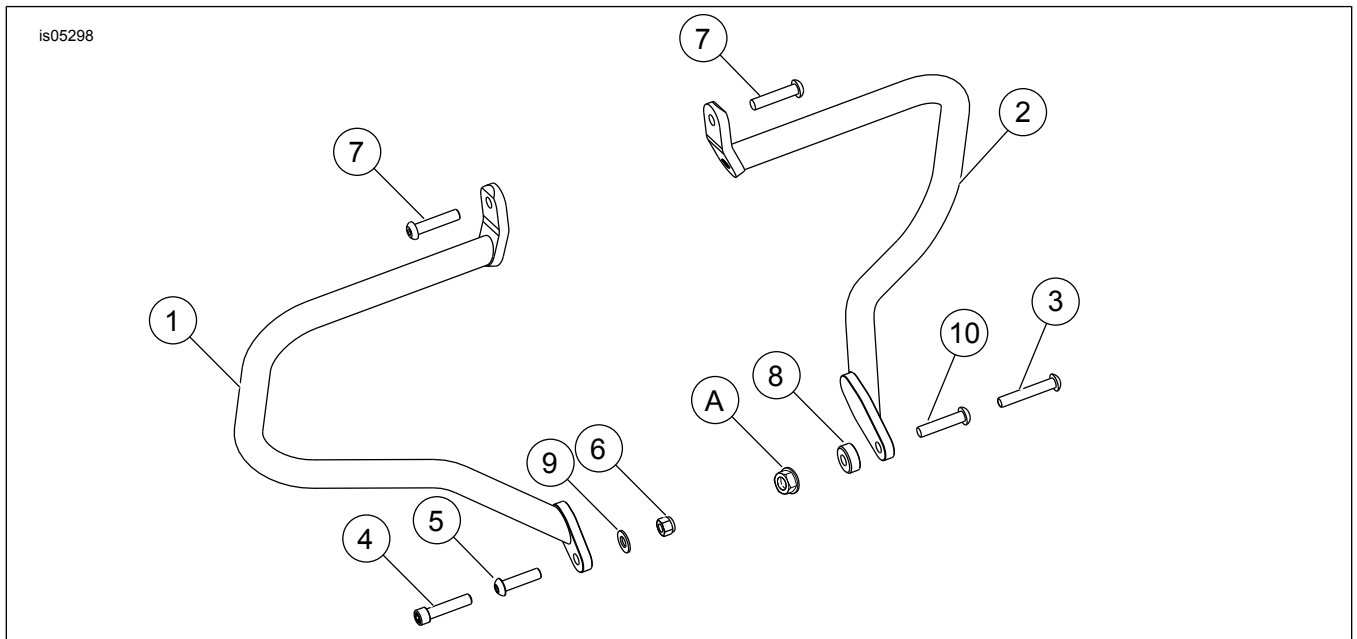

Abbildung 7. Ersatzteile: Satteltaschen-Schutzvorrichtungssatz
Siehe Abbildung 7 und Tabelle 1.
1. Siehe Abbildung 7. Die obere Schraube (7) in die Schutzblechstütze einbauen. Die Schraube von Hand anziehen.
2. Die untere Schraube (4 oder 5) mit dem Satteltaschen-Schutzbügel, der Unterlegscheibe (9) und Sicherungsmutter (6) an der Rahmeninnenseite einbauen. Die Schraube von Hand anziehen.
2. Siehe Abbildung 7. **Für Modelle von 2005 bis 2006:** Die untere Schraube (3) durch Satteltaschen-Schutzbügel, Satteltaschen-Schutzbügeldistanzstück (8), Fußrastenträger und Rahmen anbringen. Auf ein Drehmoment von 41 N·m (30 ft-lbs) anziehen. **Für Modelle ab 2007:** Die untere Schraube (10) durch den Satteltaschen-Schutzbügel, Fußrastenträger und Rahmen anbringen. Auf ein Drehmoment von 41 N·m (30 ft-lbs) anziehen.